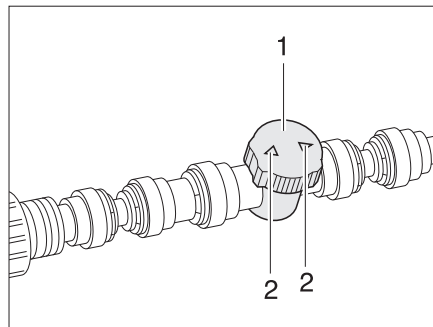

Fig. 112 Régulateur du chauffage du plancher/du réservoir d'eaux usées
- Régler le régulateur (Fig. 112,1) sur le débit désiré (débit max. = flèche (Fig. 112,2) dans le sens de la conduite).
- Tourner le régulateur (Fig. 112,1) de sorte que la flèche (Fig. 112,2) se trouve en travers de la conduite de chauffage.